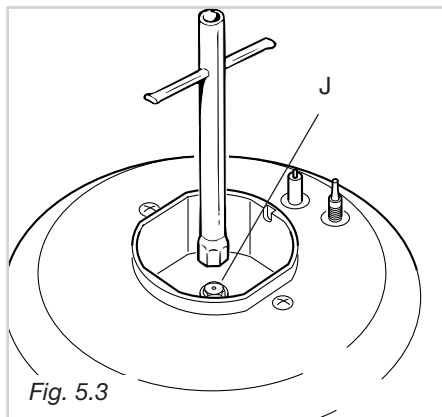

Fig. 5.3
- ✓ Con una chiave fissa sostituire gli ugelli “J” (Fig. 5.3 - 5.4) con quelli idonei per il gas da utilizzare.